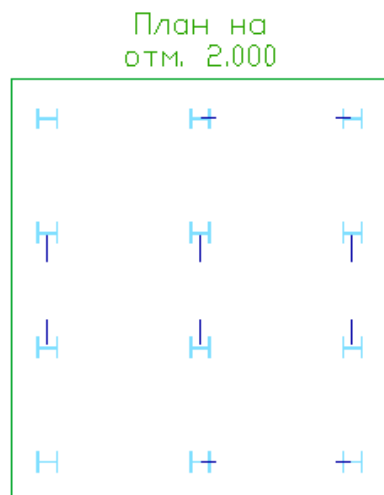

Рис.13.3. Режим листа
- По окончании ввода программа перейдет в режим листа и на листе откроется план на отметке 2.0 м (рис.13.3).